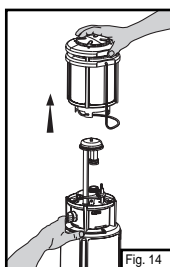

Fig. 14
- ⇒ Quite cuidadosamente la cabeza de la lámpara separándola de la base. (Fig. 14)